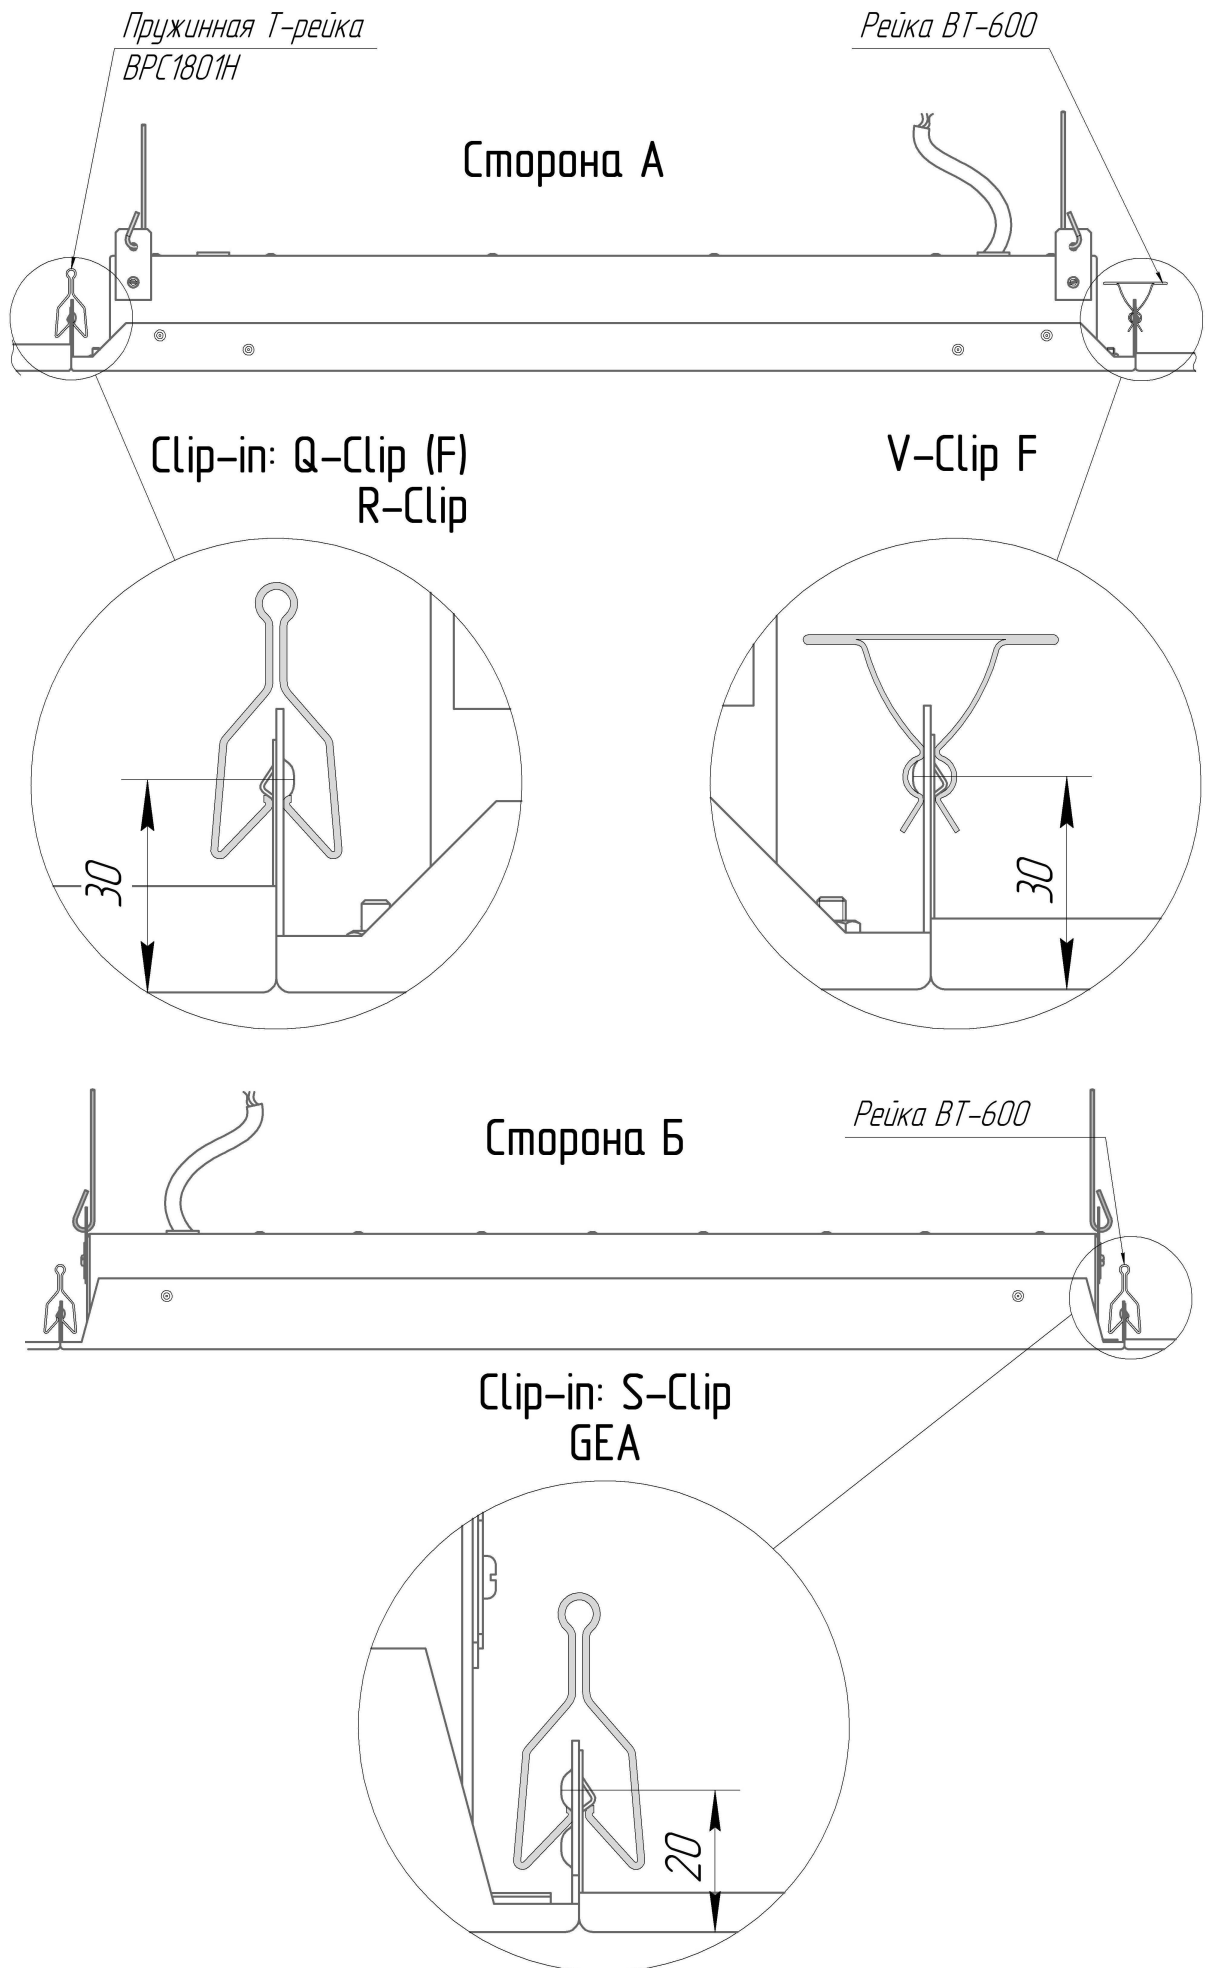

Рисунок 3 - Схема установки светильника ДВО15 VCF
5.5.2 Для установки светильника в потолки серии Clip-in: V-Clip F, Q-Clip (F) и R-Clip на пружинную T-рейку ВРС1801Н используйте выступы обечайки, находящиеся на расстоянии 30 мм от лицевой поверхности светильника (рис. 3, сторона А).
5.5.3 Для установки светильника в потолки серии Clip-in модели S-Clip и серии GEА на рейку ВТ-600 используйте выступы обечайки, находящиеся на расстоянии 20 мм от лицевой поверхности светильника (рис. 3, сторона Б).